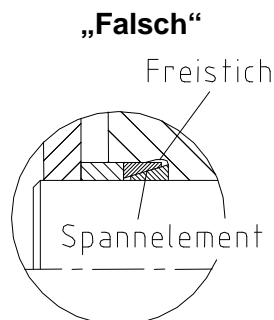

Bild 2: Spannelement im Freistich
- Falls Freistich vorhanden, diesen mit einem Distanzring überbrücken. Er kann bei fehlendem Freistich entfallen (siehe Bild 2 und 3).